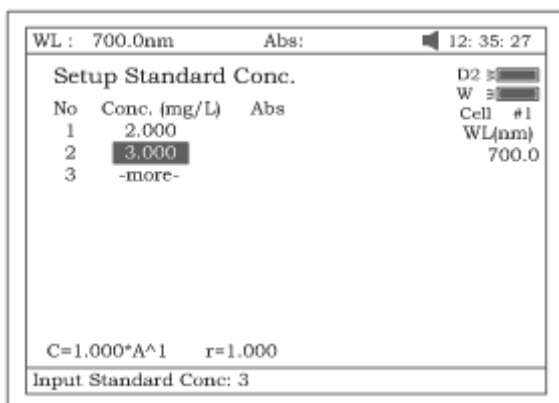

Рис. 31.
- Аналогично введите концентрации всех стандартных образцов в последующие строки. Для изменения введенных данных пользуйтесь клавишами **[Λ]** , **[V]** ,**[ОЧИСТИТЬ]** (рис.31).